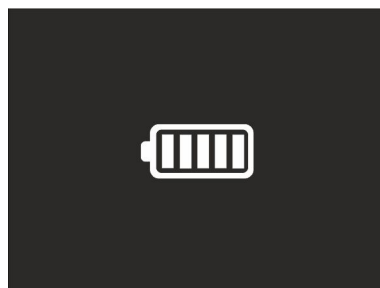

Fig. 56: Indication de la charge complète de la batterie
3. Lorsque le symbole «  » est allumé en permanence, le processus de chargement est terminé (voir Fig. 56)